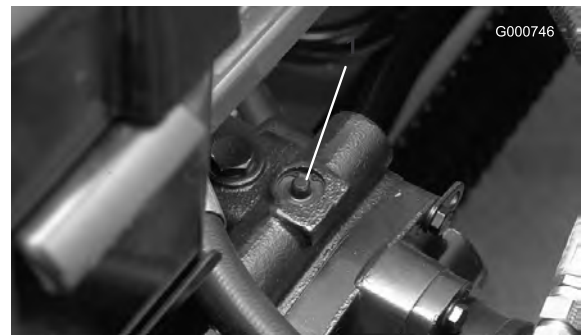

Figura 38
1. A válvula de derivação está localizada sobre a bomba de deslocação variável (Figura 38). Rode a válvula 90°, em qualquer direcção, para permitir a passagem do óleo internamente. Após este procedimento, torna-se possível deslocar lentamente a máquina sem danificar a transmissão.